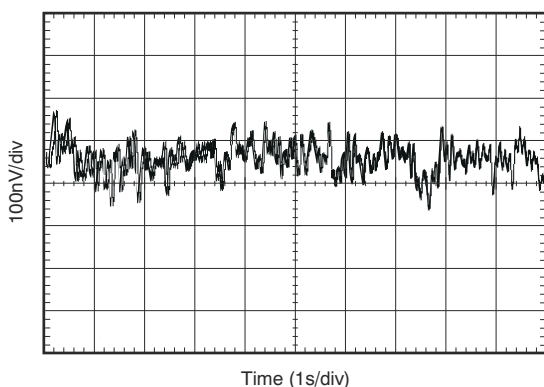

図 6-9. 0.1-Hz to 10-Hz Noise
0.1-Hz to 10-Hz Noise	Figure 6-9